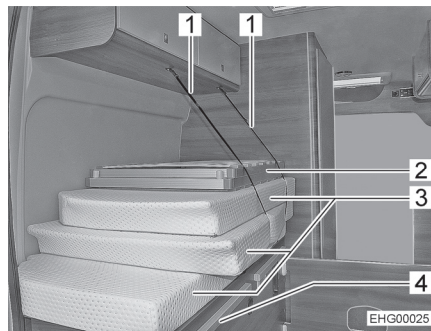
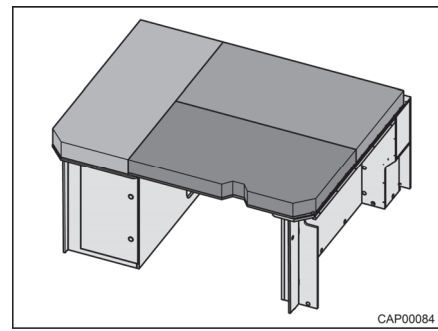

Fig. 30 Cama trasera (posición de transporte)
Fig. 31 Cama trasera (transformada para dormir)
- Soltar los cinturones de retención (Fig. 30,1).
- Desplegar el somier (Fig. 30,2) y depositarlo sobre listones (Fig. 30,4) encima del pasillo central.
- Distribuir los cojines (Fig. 30,3) en la superficie de descanso del modo mostrado en Fig. 31.
- Apilar los cojines y el somier sobre el armario inferior izquierdo del modo mostrado en Fig. 30.
- Retener los cojines y el somier con cinturones de retención (Fig. 30,1).